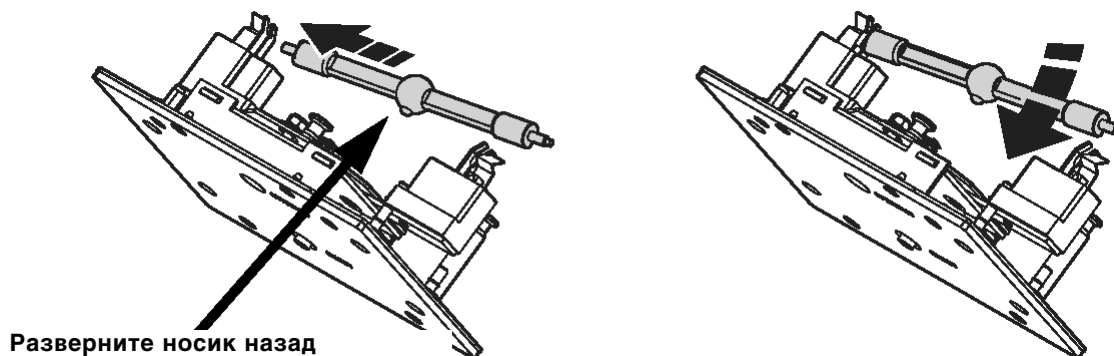

Рис. 4: Установка лампы
4. Развернув новую лампу носиком назад, как показано на рис. 4, вставьте левый контакт лампы в гнездо. Нажмите на фиксирующую пружину справа и установите правый контакт на место.